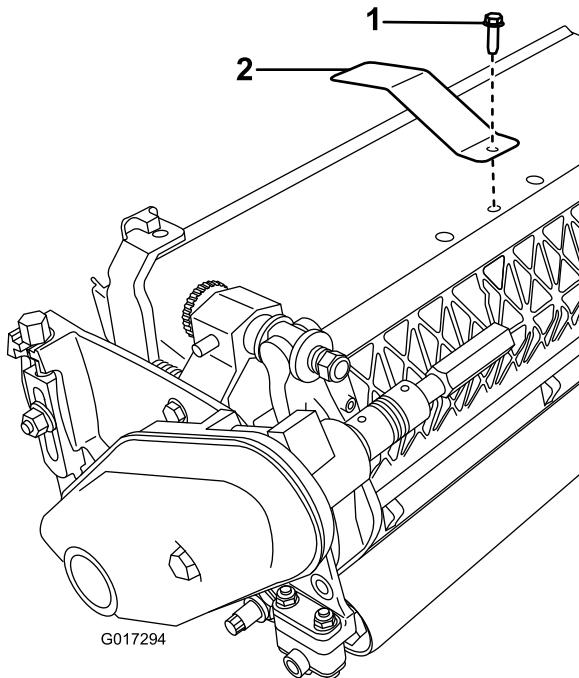

图4
1. 拆下中间的挡草罩螺栓 图4。
2. 使用之前拆下的螺栓将靶板安装到滚刀组顶部 图4。